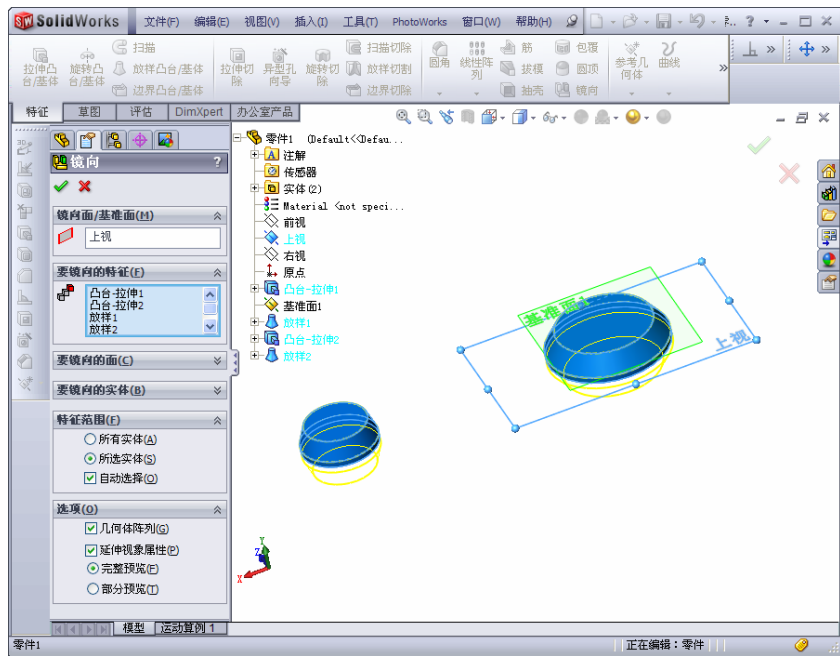

图 4-113 镜向两端特征
⑮ 选择镜向特征。单击“特征”工具栏中的“镜向”按钮，选取“上视基准面”为镜向基准面，在“要镜向的特征”输入框中选取上面绘制的全部特征，如图 4-113 所示。单击“确定”按钮，从而生成镜向特征。